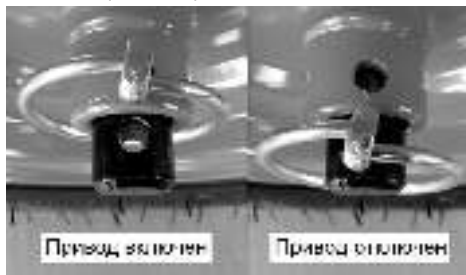

Рис. 36 Перестановка шплинта на левом колесе
16. Привод на снегоотбрасывателе осуществляется на оба колеса. Для того, чтобы было легче управлять снегоотбрасывателем при транспортировке или при поворотах, можно отключить привод левого колеса. Для этого необходимо на левом колесе переставить шплинт в отверстие на валу колеса (Рис. 36).